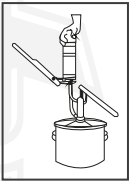

рис. 2
- для заполнения шприца придерживать изделие в вертикальном положении и слегка надавить на клапан переходника (рис.2) и заполнить шприц, нажимая на рычаг насоса приспособления;